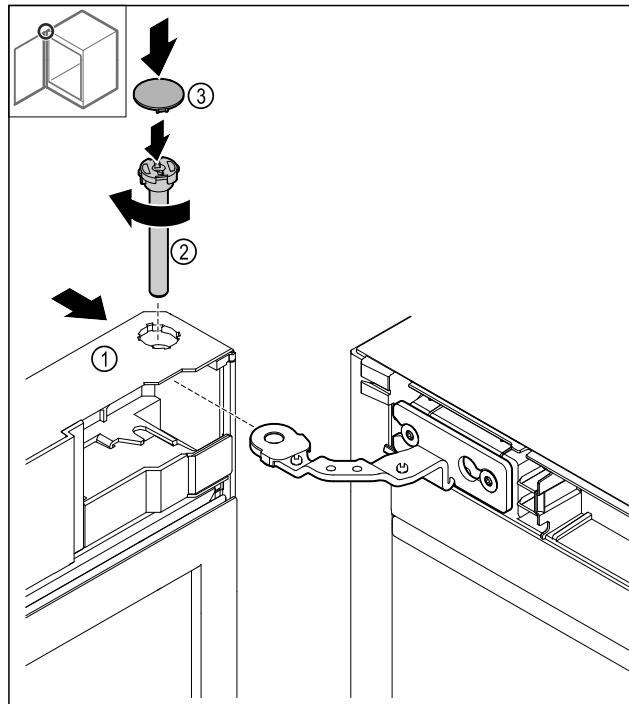

Fig. 43
- ▶ Плъзнете вратата Fig. 43 (1) отгоре върху пантата.
- ▶ Вкарайте болта Fig. 43 (2) и го затегнете в посока на часовниковата стрелка.
- ▶ Нахлузете капака Fig. 43 (4).